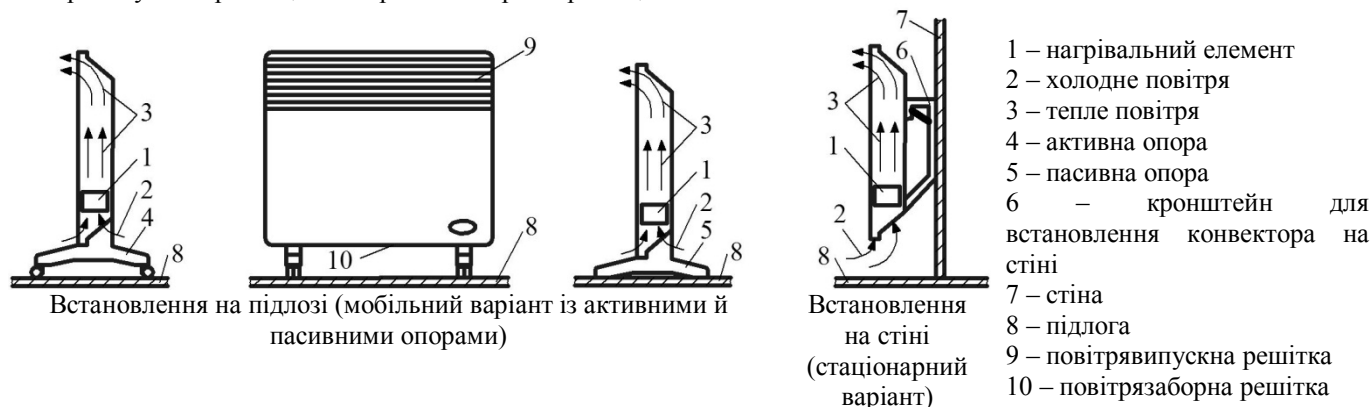

Рис.1 Встановлення та принцип дії конвектора
Конструкція конвекторів дозволяє здійснювати їх встановлення стаціонарно на стіні, а також на підлозі (мобільний варіант) на активних або пасивних опорах (індекс «а» або «п» в умовній позначці конвектора відповідно). У конвекторах застосований низькотемпературний нагрівальний елемент, робоча температура якого нижче температури окиснення («спалювання») кисню повітря й розкладання пилу (див. рис.1).
Принцип дії конвектора показаний на рис.1.
**Увага!** Категорично забороняється включати й експлуатувати конвектор на підлозі без установлених опор або без його закріплення на кронштейнах на стіні. Включати й експлуатувати конвектор допускається тільки в положенні, показаному на рис.1 (воздухозабірною решіткою вниз, паралельно підлозі).